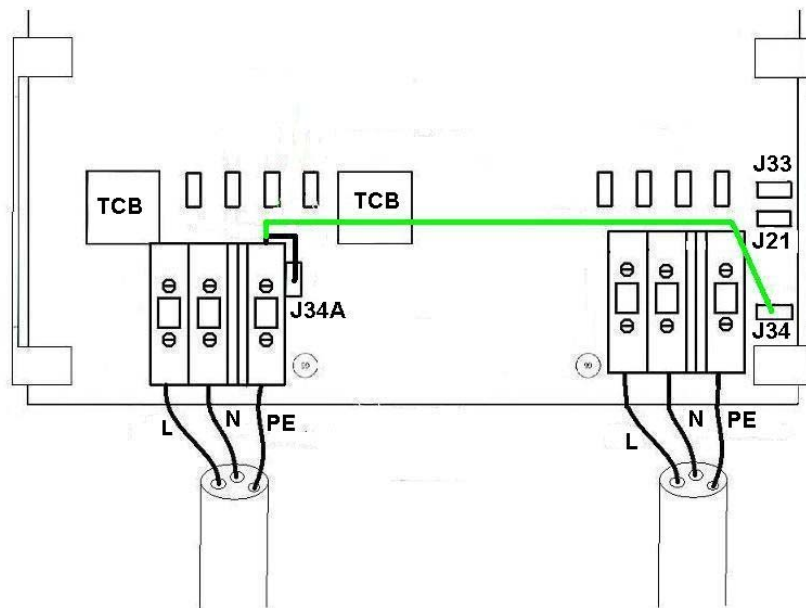

Abb. 4: Eingangserdung
### 2.3. Eingangserdung (Abb. 4)
- Im Schwimmzustand verbinden Sie die PE Eingangsklemme mit der Steckverbindung J34A (schwarze Verbindung in Abb. 4). Hiermit werden Eingang und Ausgang getrennt.
- Im Winterlager oder bei einer Überholung an Land, muss der PE Eingang aus Sicherheitsgründen direkt mit dem PE Ausgang verbunden werden. Hierzu wird der PE-Eingang direkt mit der Steckverbindung J34 verbunden. (grauer Draht in Abb. 4).